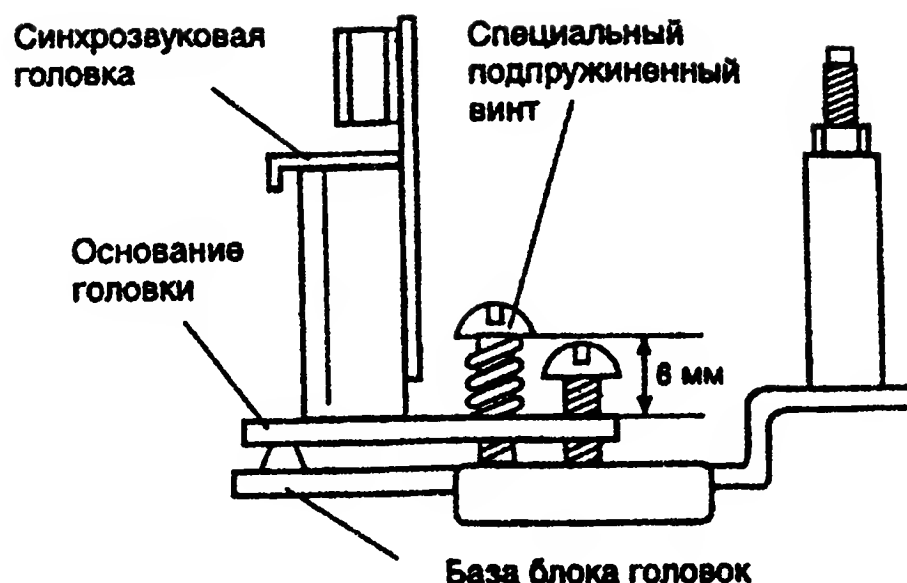

Рис. 79. Регулировка усилия прижима основания блока головок к базе
1. Вращая подпружиненный специальный регулировочный винт, установите его так, чтобы он выступал над поверхностью основания блока головок примерно на 6 мм, как показано на рис. 79.